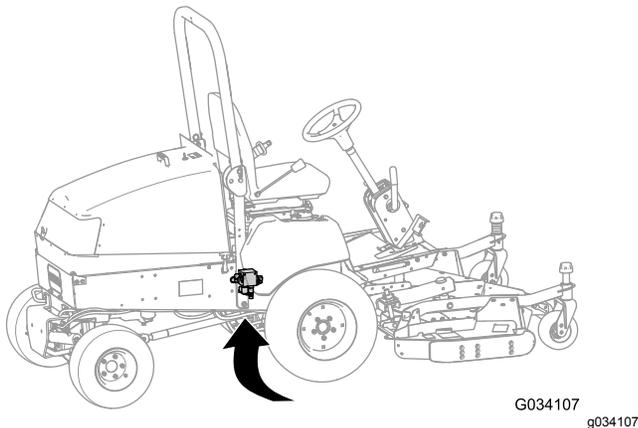

図 13
- 機体下部右側フレームチャネルの内側、前アクスルの後ろにある昇降マニホールドを探し出す 図 13。